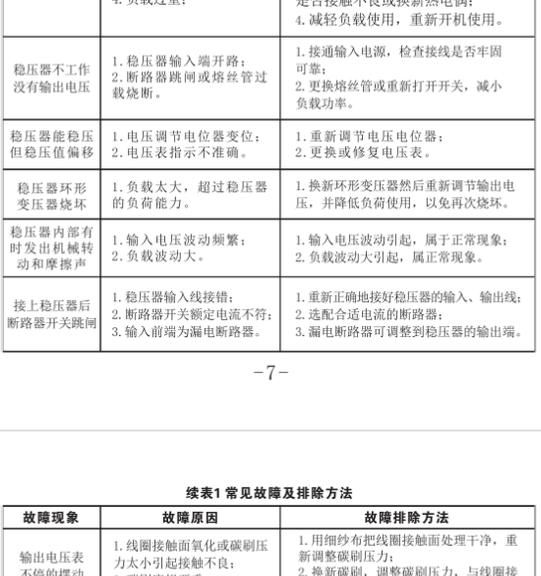
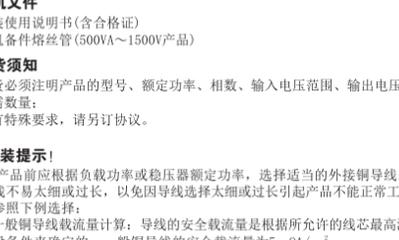

图8: 检测控制部分原理图: 仅供参考, 如有改动, 恕不另行通知!
图9: 500VA~10kVA电气框图
4.1 单相500VA~30kVA高精度全自动交流稳压器检测控制部分原理图见图8。
4.2 单相500VA~10kVA电气框图见图9。
注1: 三相1.5kVA、3kVA、6kVA、9kVA、15kVA、20kVA、30kVA单相控制电路参照单相电原理图: 图8和图9。